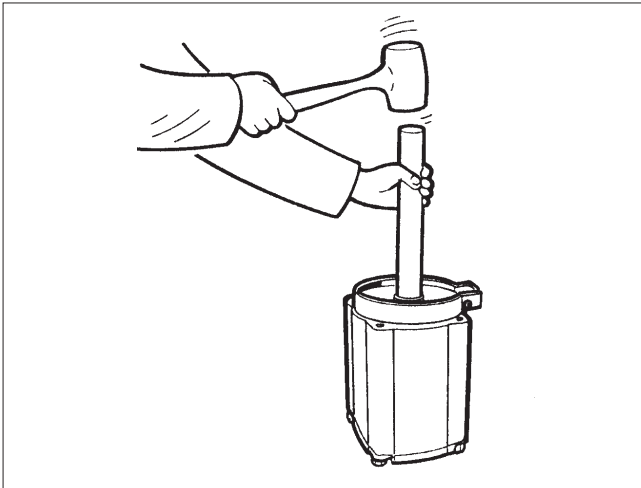
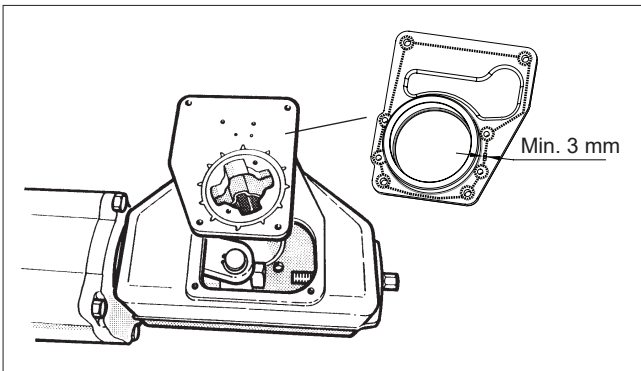
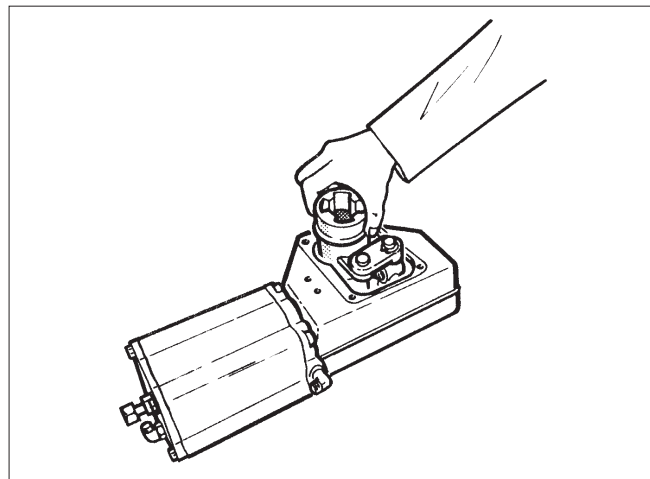

Abb. 11 Einsetzen des Kolbens in den Zylinder
Abb. 12 Anbringen der Abdeckung auf dem Gehäuse
Abb. 13 Entfernen des Gestänges vom Gehäuse
- Klopfen Sie oder drücken Sie den Kolben mit einer Presse durch den Zugring, Abb. 11.
- Montieren Sie den O-Ring (19) sowie den Zylinder und den Kolben. Beachten Sie die Lage des Lufteinlasses: Orientieren Sie sich am Lufteinlass des Zylinderbodens. Ziehen Sie die Schrauben (31) fest. Siehe Tabelle 2 für die Drehmomente.
- Tragen Sie Sicherungsdichtmittel, z.B. Loctite 225, auf das Gewinde der Befestigungsschraube (29) der Lagereinheit auf und ziehen Sie sie fest. Siehe Tabelle 2 für das Drehmoment.
- Befestigen Sie die Gehäuseabdeckung vorübergehend so, dass die Gestängelager (3) funktionieren, aber das Gestänge noch sichtbar ist, Abb. 12. Beachten Sie die Erdungsringe (3A, 4A).
- Bringen Sie ein neues Druckablassventil (58) am Gehäusedeckel an.
- Reinigen Sie das Gehäuse und decken Sie die Kontaktfläche ab. Tragen Sie eine angemessene Menge (min. 3 mm Durchmesser, wie in Abb. 12 gezeigt) Dichtmittel, z.B. Silikonmasse, auf die Schnittstelle zwischen Gehäuse und Abdeckung auf.
- Drehen Sie den Hebel (3) so, dass die Lagereinheit von der Kolbenstange (10) gelöst wird. Heben Sie das gesamte Hebelsystem aus dem Gehäuse, Abbildung 13.
- Entfernen Sie die Hebellager (23), die X-Ringe (17) und den Erdungsring (3A).
- Montieren Sie die Hebellager (23). Der Lagerstreifen (23) hat auf einer Seite eine Fase, die nach oben zum Gehäusedeckel hin gerichtet sein soll, sodass die abgeschrägte Seite am X-Ring (17) anliegt.
- Montieren Sie die X-Ringe (17). Die X-Ringe dürfen an keiner Stelle verdreht werden. Achten Sie darauf, dass sie gleichmäßig über die gesamte Hebelarmfläche verteilt sind. Auf der Gehäusedeckelseite passt der X-Ring (17) nur, wenn er zusammen mit einem abgeschrägten Lagerstreifen (23) eingebaut wird.
- Montieren Sie das Gestänge und bauen Sie es in das Gehäuse ein. Siehe Abbildung 13 für die korrekte Position. Unter dem Anschlussarm werden 2 Erdungsringe (4A) benötigt. Alle Erdungsringe (3A und 4A) sind erforderlich, um die ATEX-Anforderungen zu erfüllen.
- Tragen Sie Sicherungsdichtmittel, z. B. Loctite 2400, 242 oder 225, auf das Gewinde der Befestigungsschraube (29) der Lagereinheit auf und ziehen Sie sie fest. Siehe Tabelle 2 für das Drehmoment.